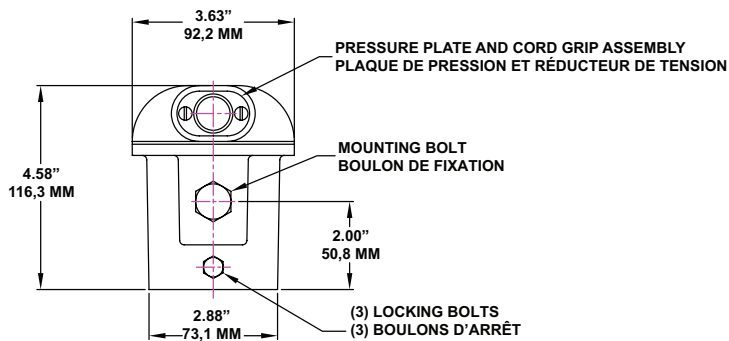

Figure 8: Poletop Slip-Fitter (P/N: G-SF20) | Embout de poteau (réf. : G-SF20)
1. Loosen the two screws on the pressure plate for cord/cable entrance. See Figure 8.
Desserrez les deux vis de la plaque de pression pour permettre l'entrée du cordon/câble. Reportez-vous à la Figure 8.
See Figures 8 & 9.
Reportez-vous aux Figures 8 et 9.